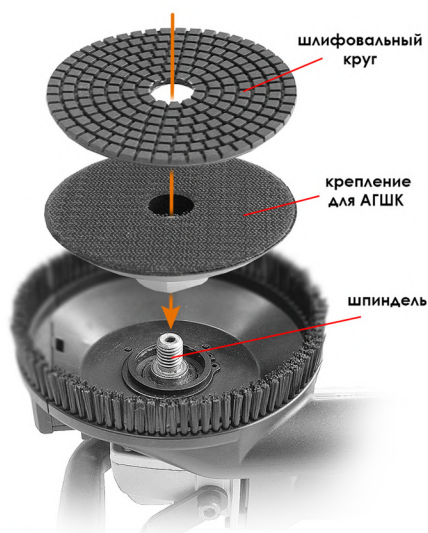

Рис.1
2. Зажмите кнопку фиксации шпинделя и закрепите крепление для АГШК (доп. опция) на шпинделе (Рис.1).